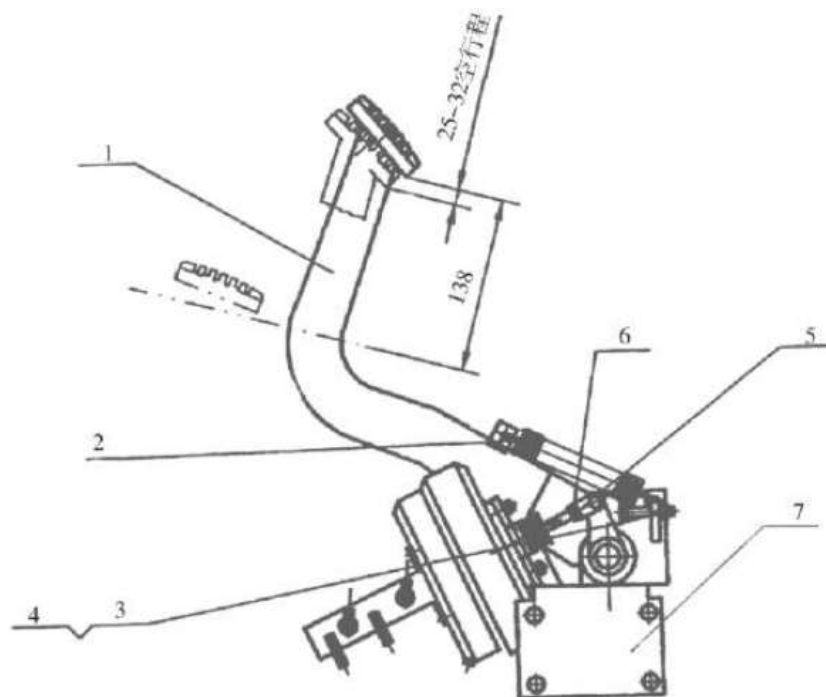

Рис. 3-3-12. Тормозная педаль:
3.6.5. Регулировка тормозной педали (Рис. 3-3-12).